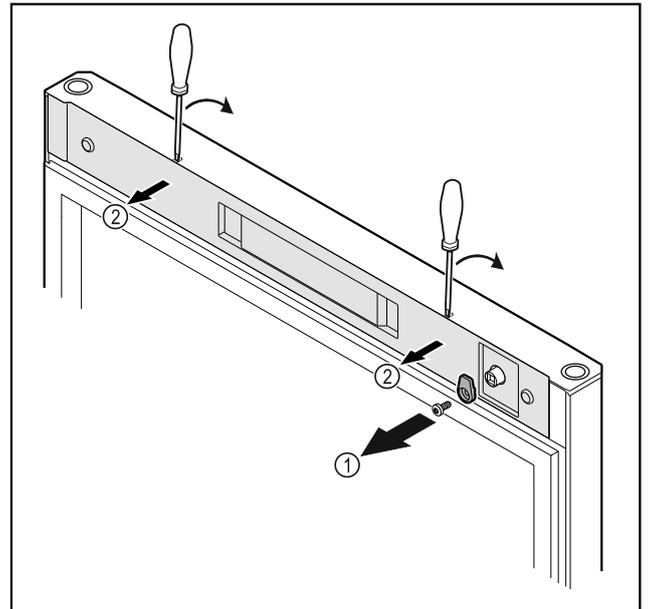

Fig. 21
- Schließhaken Fig. 21 (1) abschrauben.
- Abdeckung Fig. 21 (2) mit einem kleinen Schraubendreher ausrasten und abnehmen.